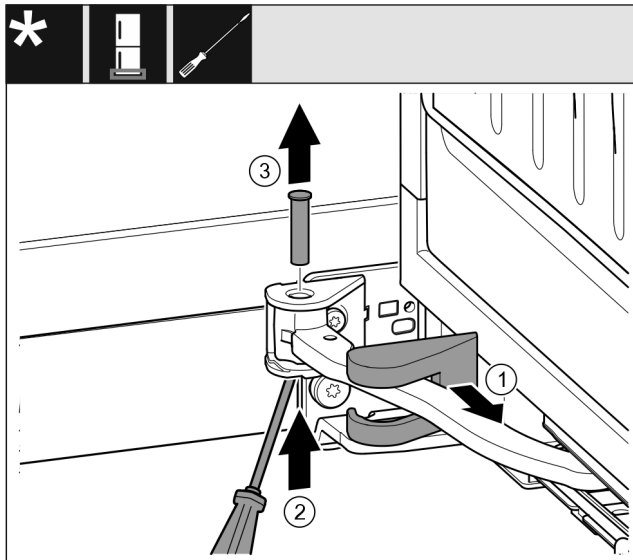

Fig. 18
- ▶ Lagerbockabdeckung Fig. 18 (1) abziehen und entlang des Gelenks verschieben.
- ▶ Bolzen Fig. 18 (2) mit Schraubendreher von unten anheben.
- ▶ Bolzen Fig. 18 (3) von oben herausziehen.